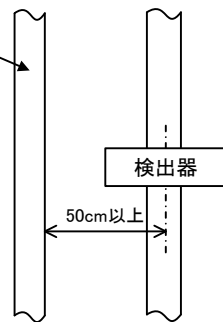

図4.2.1
- ① 検出器の貫通穴中心より 50cm 以内にリターンバーや隣接導体に通っていない所に設置してください（図 4.2.1）。